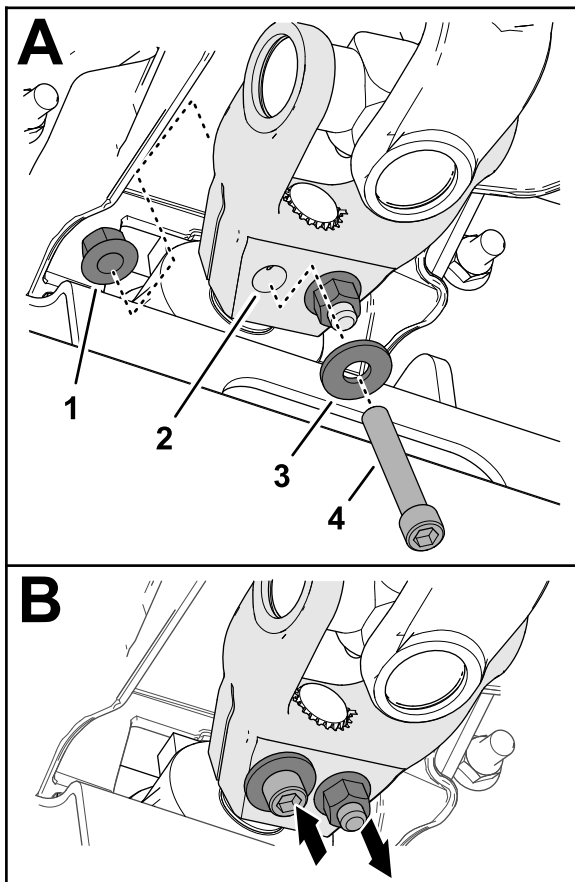

Figura 17
5. Montate un bullone senza dado a brugola ($\frac{3}{8}$ " x $2\frac{1}{4}$ ") attraverso una rondella ($\frac{3}{8}$ ") e il foro nella forcella dell'albero di trasmissione (Figura 17), e fissate il bullone senza dado con un dado di bloccaggio flangiato ($\frac{3}{8}$ ").
- Montate un bullone senza dado a brugola ($\frac{3}{8}$ " x $2\frac{1}{4}$ " attraverso una rondella ($\frac{3}{8}$ " e il foro nella forcella dell'albero di trasmissione dalla direzione opposta (Figura 17), e fissate il bullone senza dado con un dado di bloccaggio flangiato ($\frac{3}{8}$ ").